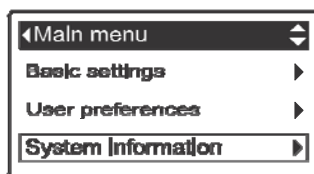

РИС. 49
1. С любого прокручивающегося экрана статуса нажать кнопку ВЫБОР (O) для отображения **Главного меню**.
2. Нажать кнопку ВНИЗ (▼) и прокрутить опции меню до подсветки надписи **Системная информация** (См. Рисунок 49).